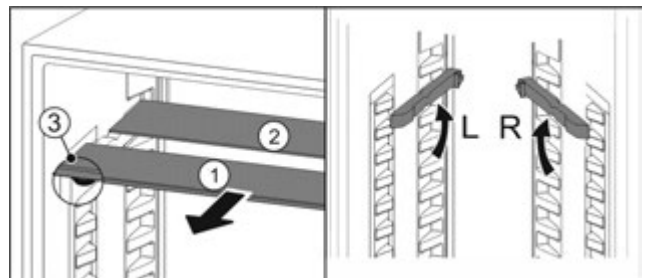

Fig. 28
- Посуньте Fig. 28 (1) скляну панель вперед.
- ▷ Скляна панель Fig. 28 (1) з декоративною планкою лежить спереду.
- ▷ Стопори Fig. 28 (3) показують вниз.